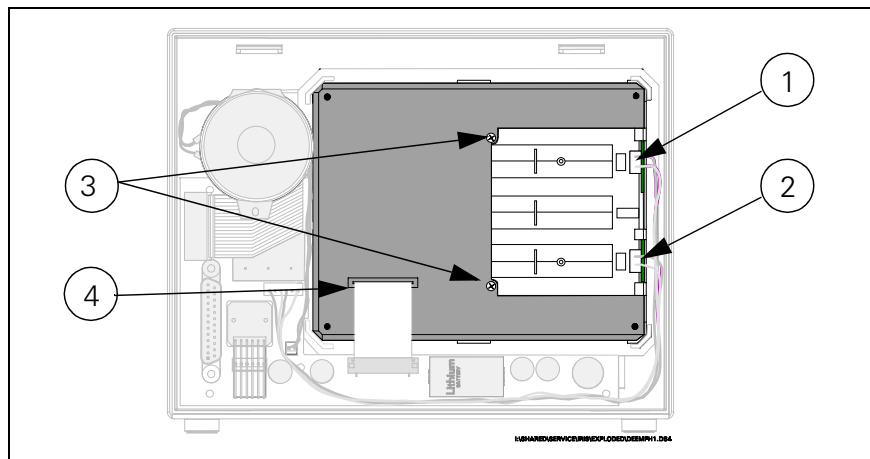
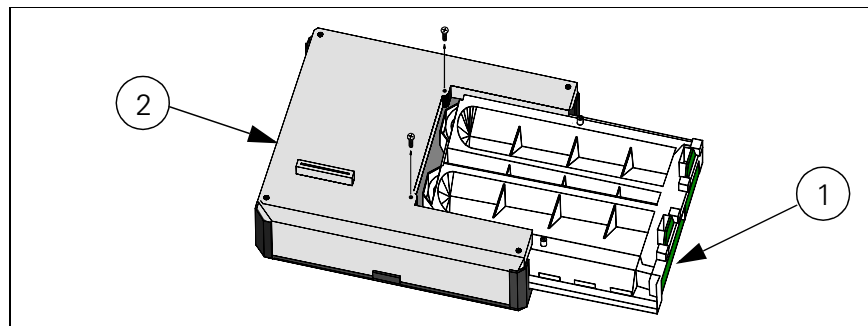

Abbildung 3-11 SC 6000P/6002 LCD-Bildschirmeinheit im vorderen Gehäuse
Abbildung 3-12 Ausbau/Einbau der Hintergrundsbeleuchtung aus der/in die LCD-Bildschirmeinheit
Siehe Abbildung 3-11 und Abbildung 3-12 auf Seite 56.
In den Monitoren SC 6000P und SC 6002 befindet sich die Hintergrundsbeleuchtung in der LCD-Bildschirmeinheit. Sie wird an Führungsschienen im vorderen Gehäuse ausgerichtet und vom Kühlkörper an ihrem Platz festgehalten. Sie besteht aus zwei Hochspannungs-Neonröhren (siehe ① in Abbildung 3-12), die als eine Baugruppe (Hintergrundsbeleuchtung) hinter der LCD-Anzeige in die Bildschirmeinheit eingeschoben werden (siehe ② in Abbildung 3-12).
- 2) Wie in Abbildung 3-11 dargestellt, die beiden Hochspannungsstecker ① und ② aus der Hintergrundsbeleuchtung herausnehmen.
- 3) Entfernen Sie die zwei Schrauben ③, die die Hintergrundsbeleuchtung mit der Bildschirmeinheit befestigen, und legen Sie sie zur Seite.
- 4) Heben Sie die rechte Seite der Bildschirmeinheit gerade soweit aus dem vorderen Gehäuse, daß sich die Hintergrundsbeleuchtung herausnehmen läßt. Siehe Abbildung 3-12.
Siehe Abbildung 3-12.
Siehe Abbildung 3-11 auf Seite 55.
- 2) Die beiden Hochspannungsstecker ① und ② aus der Hintergrundsbeleuchtung herausnehmen, wie in Abbildung 3-11 beschrieben.
- 3) Entfernen Sie das Kabel vom Adapter ④ auf der Bildschirmeinheit.